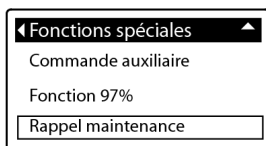

FIG.78
1. Depuis n'importe quel écran d'état séquentiel, appuyez sur SELECT (O) pour afficher le **Menu principal**.
3. Appuyez sur SELECT (O) pour afficher le menu Réglages avancés.
5. Appuyez sur SELECT (O) pour afficher le menu Fonctions spéciales (Figure 78).
9. Appuyez sur SELECT (O). L'affichage reviendra au menu Fonctions spéciales (Figure 78).